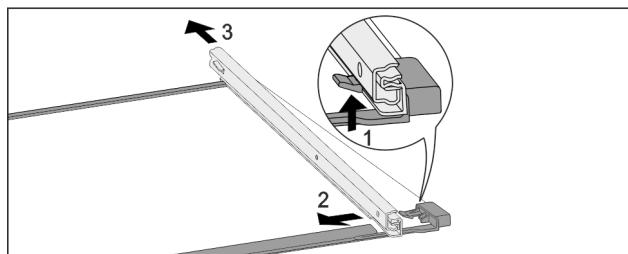

Fig. 180 Steklena plošča z vodili
- Sprednji zaskočni kaveljček potisnite navzgor. Fig. 180 (1)
- Izvlečno vodilo potisnite Fig. 180 (2) na stran Fig. 180 (3) in nazaj.